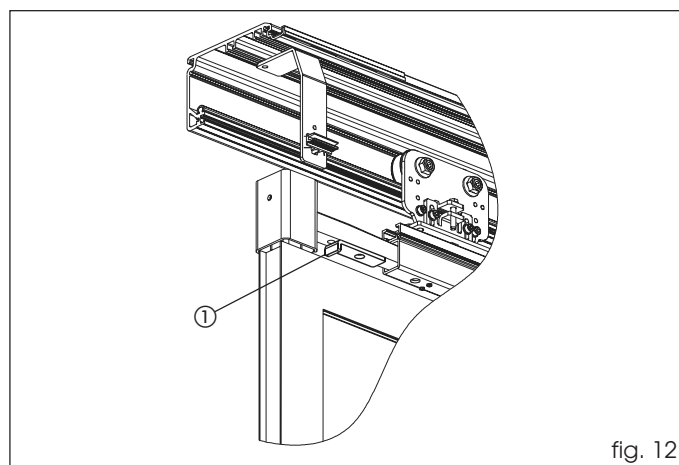

fig. 12
Si on utilise des vantaux très légers (maxi 50 kg), positionner l'équerre fournie, d'après la figure 12 réf. ①, avant d'introduire la tige sur la patte supérieure.